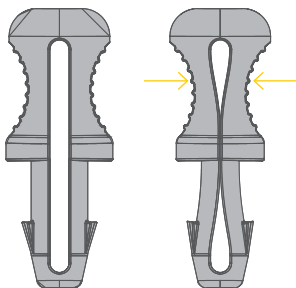

Abb. 1
- Falls Wasser in den Dokumentenbehälter in senkrechter Position eindringt, entfernen Sie die zwei kleinen Deckel (2), die sich unten befinden, und lassen Sie das Wasser auslaufen.
- Der Sicherheitspin (4) muss in der Ruheposition auf der Seite des Dokumentenbehälters positioniert werden.
- Um den Sicherheitspin zu entfernen, drücken Sie auf die Kanten (Abb. 1) und ziehen Sie ihn heraus.